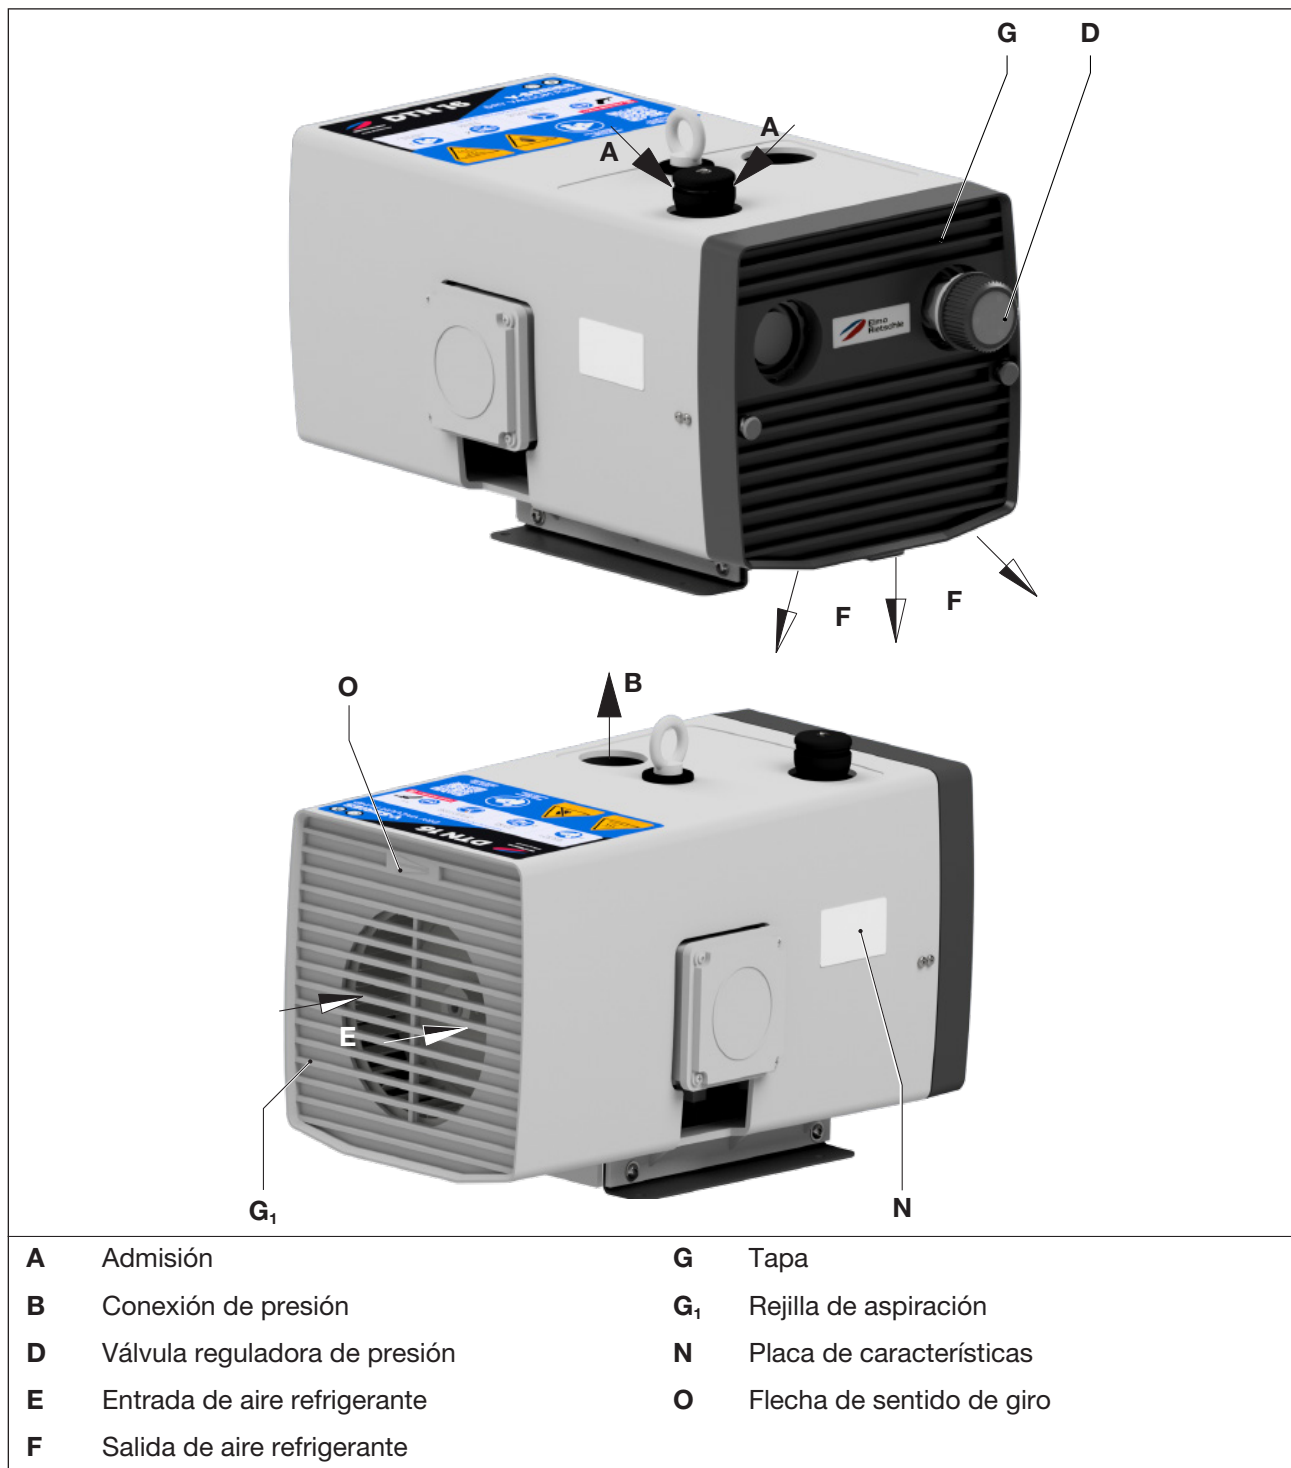

Fig. 2 Compresor V-DTN
- La tapa (Fig. 2/G) y la rejilla de aspiración (Fig. 2/G₁) deben ser fácilmente accesibles.
- Retirar el tapón ciego de la conexión de presión (Fig. 2/B).
- Conectar la tubería a la conexión de presión (Fig. 2/B).
Las gamas de presión necesarias se pueden ajustar con la válvula reguladora de presión (Fig. 2/D) conforme al símbolo indicado en el botón giratorio.
Los datos eléctricos del motor figuran en la placa de características (Fig. 2/N) o en la placa del motor. Los motores se corresponden con EN 60034 y son de índice de protección IP 55 y clase de aislamiento F. El esquema de conexión correspondiente se encuentra en la caja de bornes del motor.
- b) La dirección de giro del motor debe coincidir con la flecha de sentido de giro (Fig. 2/O) en la brida del motor. ¡Comprobar el sentido de giro!